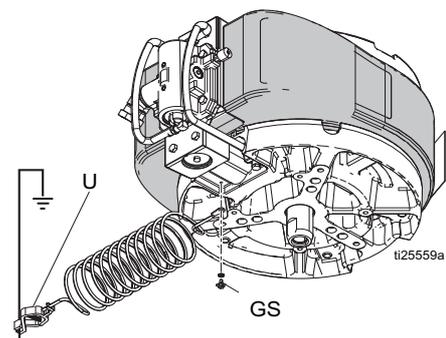

ABB. 3
XL10000TM Pumpen: Siehe Abbildung 3. Stellen Sie sicher, dass die Erdungsschraube (GS) am Luftmotor angebracht und fest angezogen ist. Schließen Sie die Klemme (U) des statischen Erdungskabels (H) an eine richtige Erdung an. Erdungskabel und Klammer mit Teile-Nr. 244524 bestellen.